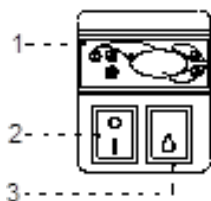

Abb.8 Steuerungspaneel
- Hauptschalter-Taste drücken Abb.8/2 (S.26), dadurch wird das Einschalten der Temperaturregelung und Aggregats gelöst
- Auf dem Temperaturregelung-Paneel Abb.8/1 (S.26) die Temperatur a einstellen (für Bedienung siehe S.31oder 32)
- Beleuchtungs-Taste drücken Abb.8/3 (S.26)